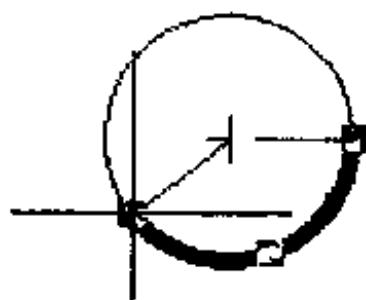

图 5-78 确定起点
3) 移动鼠标, 在圆弧导线开始的位置单击鼠标左键即可确定起始位置, 如图 5-78 所示。